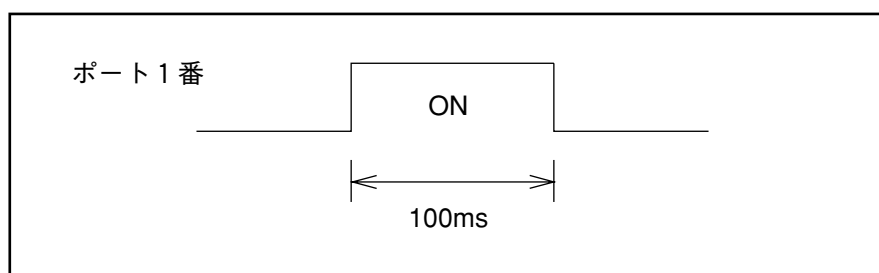

図7-25 プログラム例(2)の動作
(2) 図7-25のように、出力ポート1番をONし100ms後OFFにするプログラムを図7-26に示します。ここで、20ステップ目のTIMコマンドがないと、ONしたあとすぐにOFFするため外部機器は信号が受け取れません。